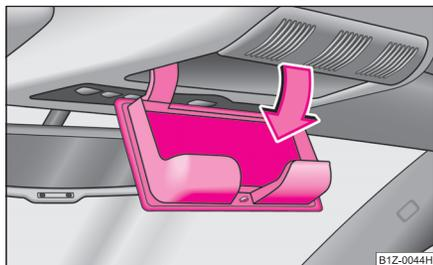

Fig. 82 Detalle del revestimiento interior del techo: Compartimento guardagafas
- Presione la tapa del compartimento guardagafas; éste se abrirá hacia abajo ⇒ fig. 82.